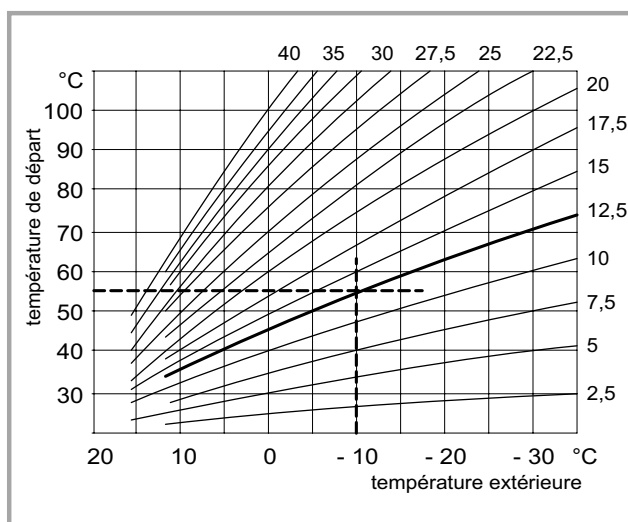

Fig. 34 - Pente de chauffage
#### Choix de la pente de la courbe de chauffe (fig. 34)
- Choisir la pente de la courbe de chauffe selon la méthode décrite au paragraphe "Réglage de la pente de chauffage". Voir figure 34 page 30.
Voir figure 34 page 30